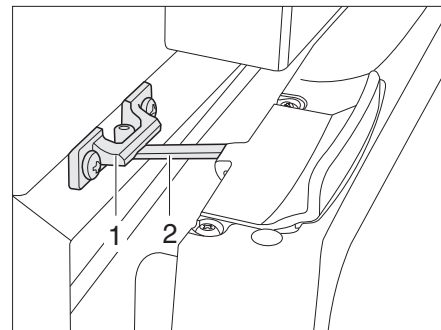

Fig. 333 Puerta del frigorífico en posición de ventilación (Thetford)
- Abrir el bloqueo (Fig. 333,2) y engatillarlo en el alojamiento del bloqueo (Fig. 333,1). De este modo, la puerta del frigorífico quedará ligeramente abierta.